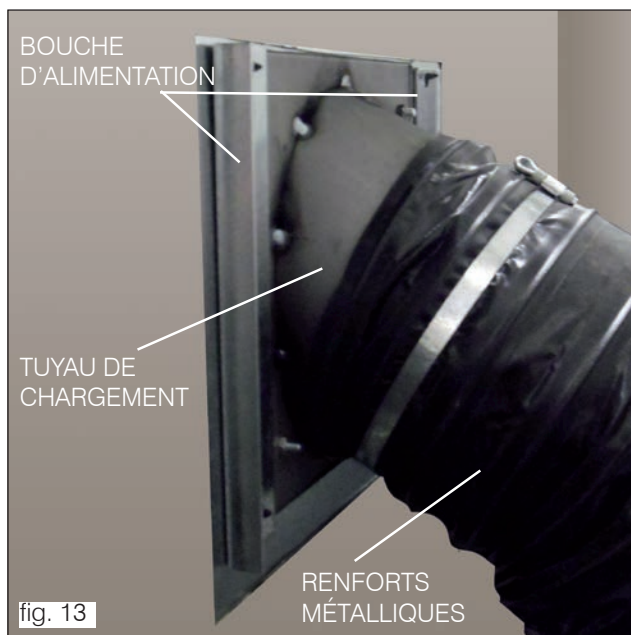

fig. 13
- Fixer la bouche d'alimentation à la contre-hotte au moyen des vis autotaraudeuses, en utilisant les trous présents sur le châssis de celle-ci ; renforcer le Placo-plâtre en appliquant des profils métalliques sur l'arrière (fig. 13).
(fig.13 et 14).
- Fixer le tuyau flexible au raccord présent sur la bouche d'alimentation au moyen des colliers fournis (fig. 13).